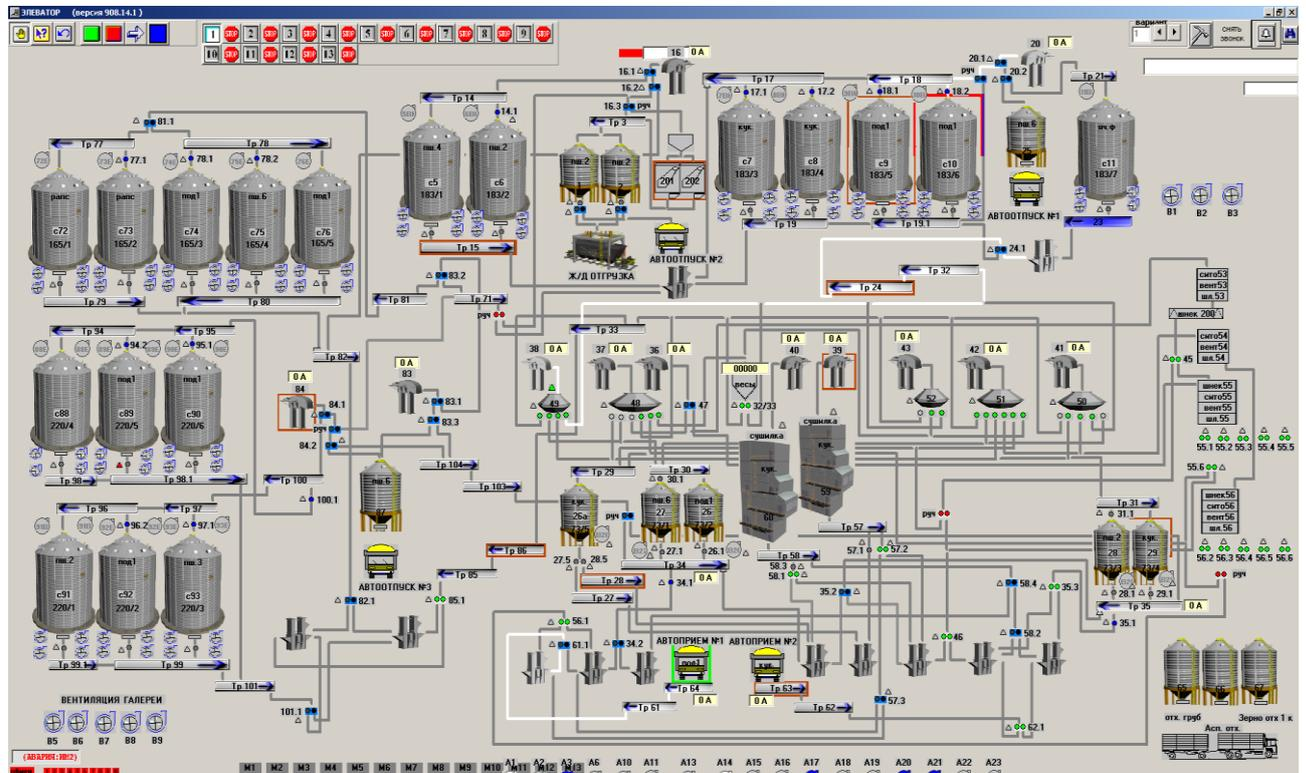

Рисунок 3.1 – Выбор маршрута
4. При правильном выборе маршрута все его элементы и связывающие их линии будут перекрашены в белый цвет (рис.3.1).